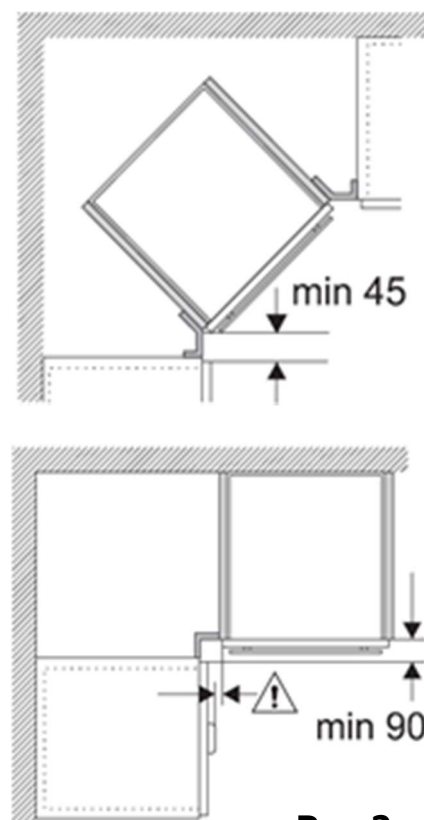

Рис.2
- Для нормальной работы встроенного духового шкафа размеры ниши или кухонной тумбы, куда он будет монтироваться, а также выбор материала, который должен быть устойчив против высоких температур, должны быть верными. Производите установку согласно размерам, указанным **на рис. 1 и рис. 2**
- Для обеспечения большей циркуляции воздуха монтаж следует выполнять так, как указано **на рис. 1 и рис. 2**